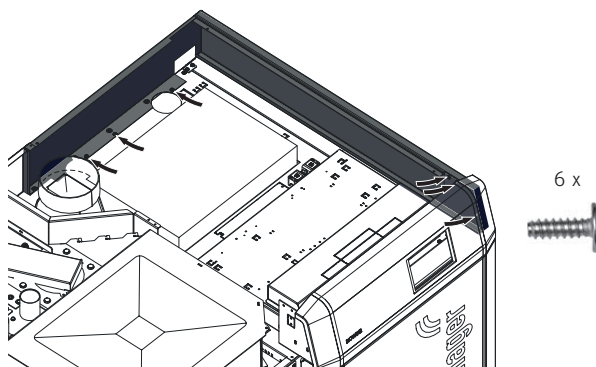

Fig. 80 Poggiare la parte superiore del rivestimento destro in alto e avvitare
- ▶ Poggiare la parte superiore del rivestimento destro in alto in corrispondenza della parete laterale destra e fissarla con 6 viti autofilettanti – Fig. 80.